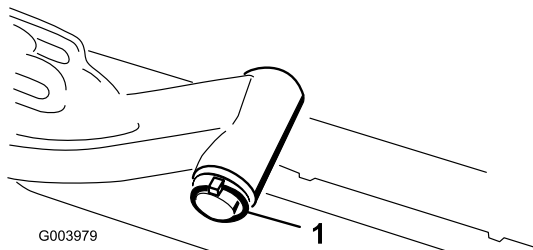

图 18
- A. 拆下将提升臂枢轴固定至提升臂的保险销和垫圈将提升臂枢轴滑出提升臂 (图 18)。
C. 将提升臂轴插入提升臂用垫圈和保险销将其固定 (图 18)。